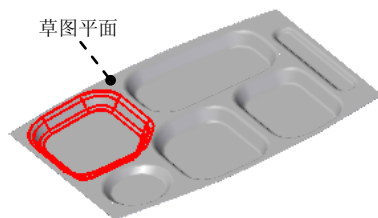
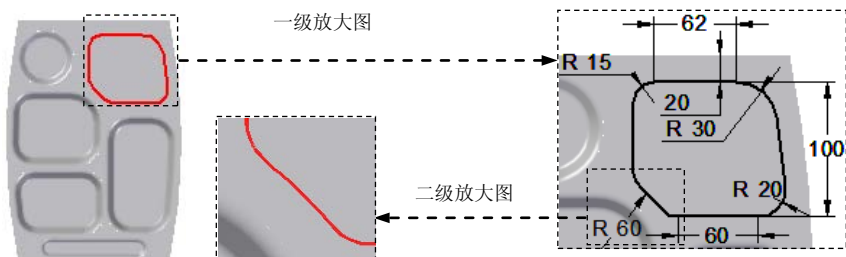

图 6.9.20 凹坑特征 5
图 6.9.21 截面草图
(3) 定义凹坑属性。在命令条中单击  按钮，单击“偏置尺寸”按钮 ，在“距离”文本框中输入值 15，单击  按钮，在“拔模角 (T)”文本框中输入值 30；在“倒圆”区域选中 ☒ 包括倒圆 (I) 复选框，在“凸模半径”文本框中输入值 5，在“凹模半径”文本框中输入值 6；取消选中 ☐ 包含凸模侧拐角半径 (A) 复选框，单击  按钮；定义其冲压方向向下，单击“轮廓代表凹模”按钮 。
(4) 单击命令条中的  按钮，完成特征的创建。
Step10. 创建图 6.9.20 所示的凹坑特征 5。
(1) 选择命令。单击“主页”功能选项卡“钣金”工具栏中的“凹坑”按钮 。
(2) 绘制凹坑截面。选取图 6.9.20 所示的模型表面为草图平面，绘制图 6.9.21 所示的凹坑截面草图。